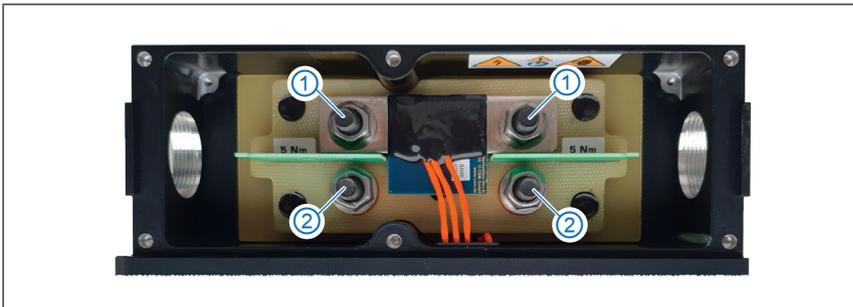
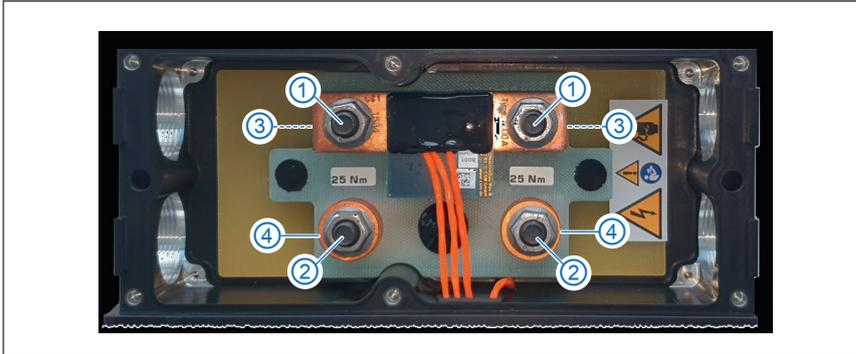

Abb. 5-4: HV BM 1.1, Anschlüsse für HV-Leitungen
Abb. 5-6: HV BM 1.2, Anschlüsse für HV-Leitungen
Für die Montage der Ringkabelschuhe der Leitungen HV- und ggf. des Schirms auf die Gewindebolzen der Shunt-Module gelten in Abhängigkeit von dem anzuschließenden Shunt-Modul die in Tab. 5-1 angegebenen Anzugsdrehmomente. Das Anzugsdrehmoment für die Montage der Ringkabelschuhe der Leitungen HV+ auf den Gewindebolzen der Kupfer-Dome (Abb. 5-4, ②/Abb. 5-6, ②) beträgt stets 25 Nm.